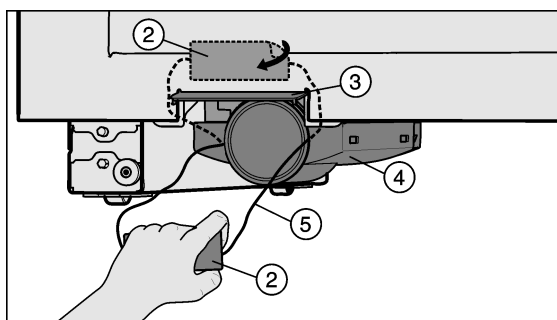

Fig. 58
- Desprenda la etiqueta adhesiva Fig. 58 (2) del aparato.
- Abra la tapa de cambio de filtro Fig. 58 (3).
- Retire con cuidado el cajón Fig. 58 (4) del hilo Fig. 58 (5).
- Corte y retire el hilo Fig. 58 (5) con la etiqueta adhesiva Fig. 58 (2). Ya no es necesario y, por tanto, se puede desechar.
- Cierre la tapa de cambio de filtro Fig. 58 (3).